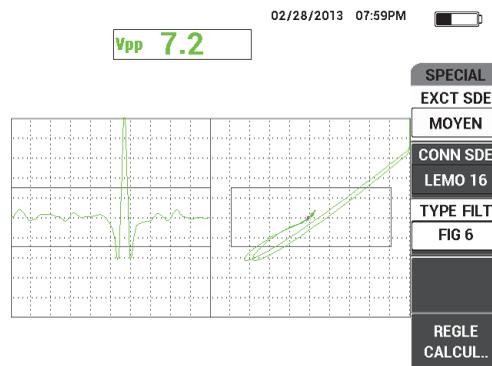

Figure 5-64 Filtre de type Figure 6
- Appuyez sur la touche MAIN FILTER (  ), et puis modifiez le paramètre **TYPE FILT** (touche C) pour **FIG 6** (voir la Figure 5-64 à la page 187).